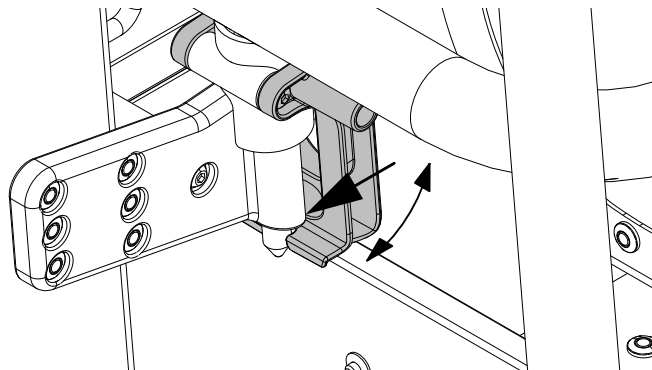
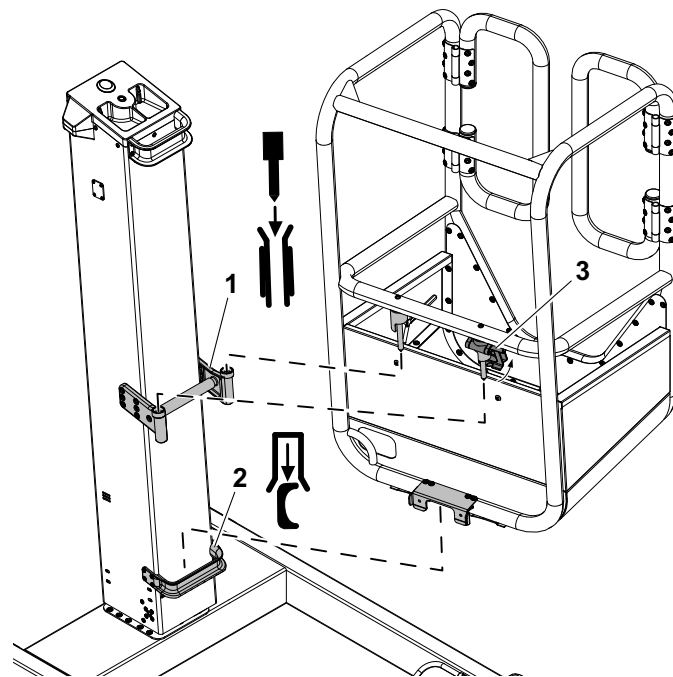

Figura 3-10. Trinco da plataforma engatado
Figura 3-11. Instalação de plataforma no mastro
5. Prenda a plataforma ao mastro (Consulte a Figura 3-10. e Figura 3-11.).
VERIFICAÇÃO: Tente elevar a plataforma para fora; se não se soltar, então a plataforma está engatada corretamente. (Consulte a Figura 3-10.)